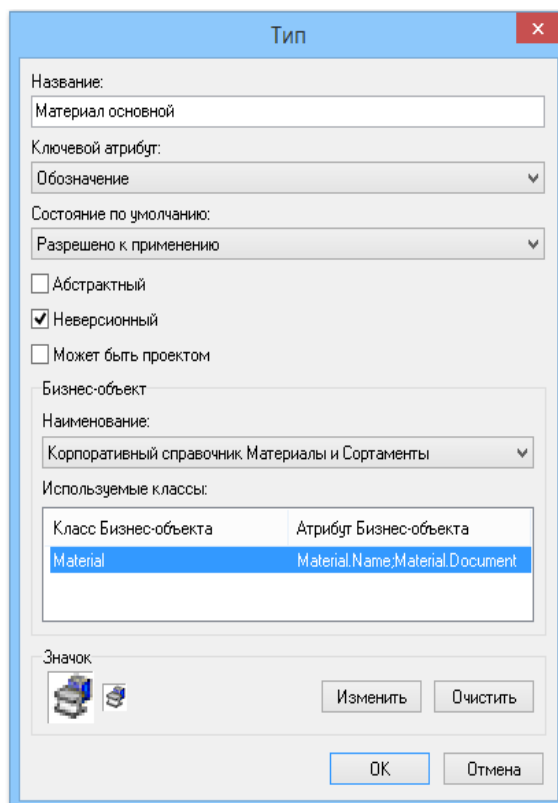

Рисунок 298. Пример ввода параметров
7.3 В диалоговом окне «**Тип**» (рис. 298) нажать кнопку **OK**.